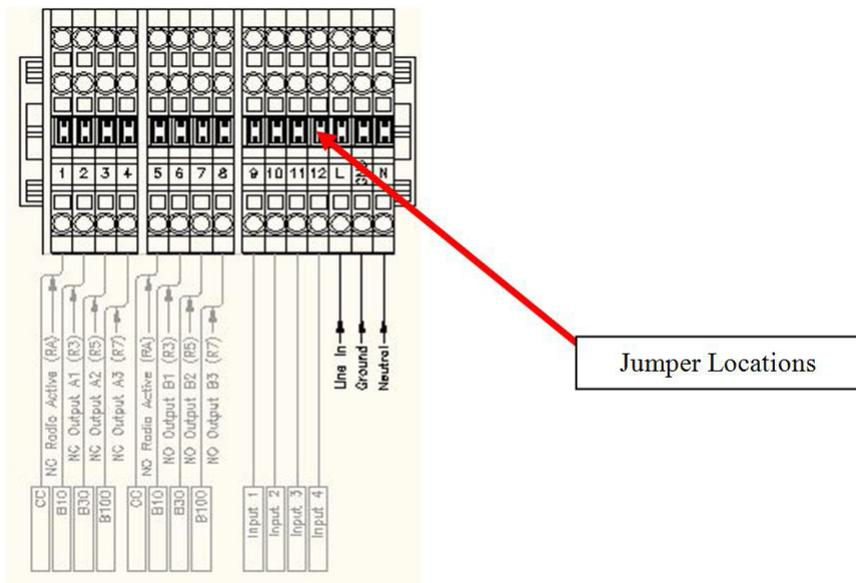

Figura 3. Conexiones de la Fuente de Alimentación
Todas las conexiones de alimentación están previstas usando bloques de regleta de bornes, vea la Figura 3. Un bloque terminal adicional de entrega para conexiones en paralelo o conexión de campo. Las conexiones de cables a esos terminales se realizan de la siguiente manera:
Elija una fuente de alimentación adecuada con un interruptor de interrupción primaria o fusible. Cualquier fuente de 90V a 264V CA, 50-60 Hz se puede conectar. Haga las siguientes conexiones: (ver figura 3):
1. Los principales componentes del radio receptor incluyen el receptor RE101, el controlador L12DWD; la fuente de alimentación conmutada RE-TLD, los bloques de terminales y el calentador del armario. Las entradas de alimentación están en el bloque de terminales ((vea Figura 3) usando cualquier voltaje de entrada desde 90-264VCA (50 o 60 Hz). Un único interruptor on/off controla toda la alimentación de los componentes del receptor y está protegida suplementariamente por un fusible de 5A.